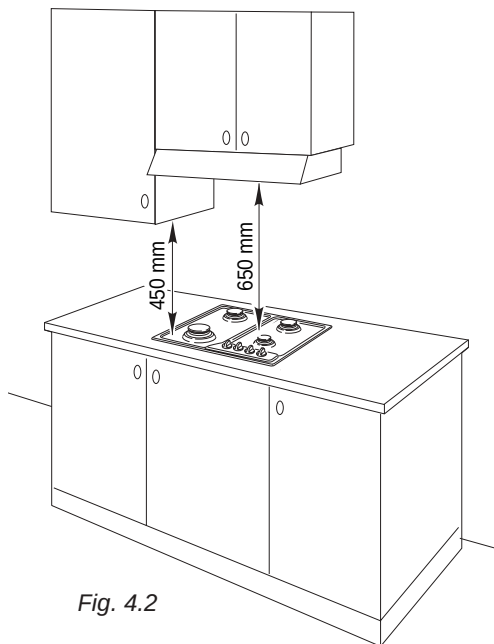

Fig. 4.2
- ✓ allorché sopra il piano di cottura vi sia un pensile o cappa deve mantenere fra la griglia del piano ed il suddetto pensile o cappa la distanza minima pari a 650 mm (vedi anche fig. 4.2)